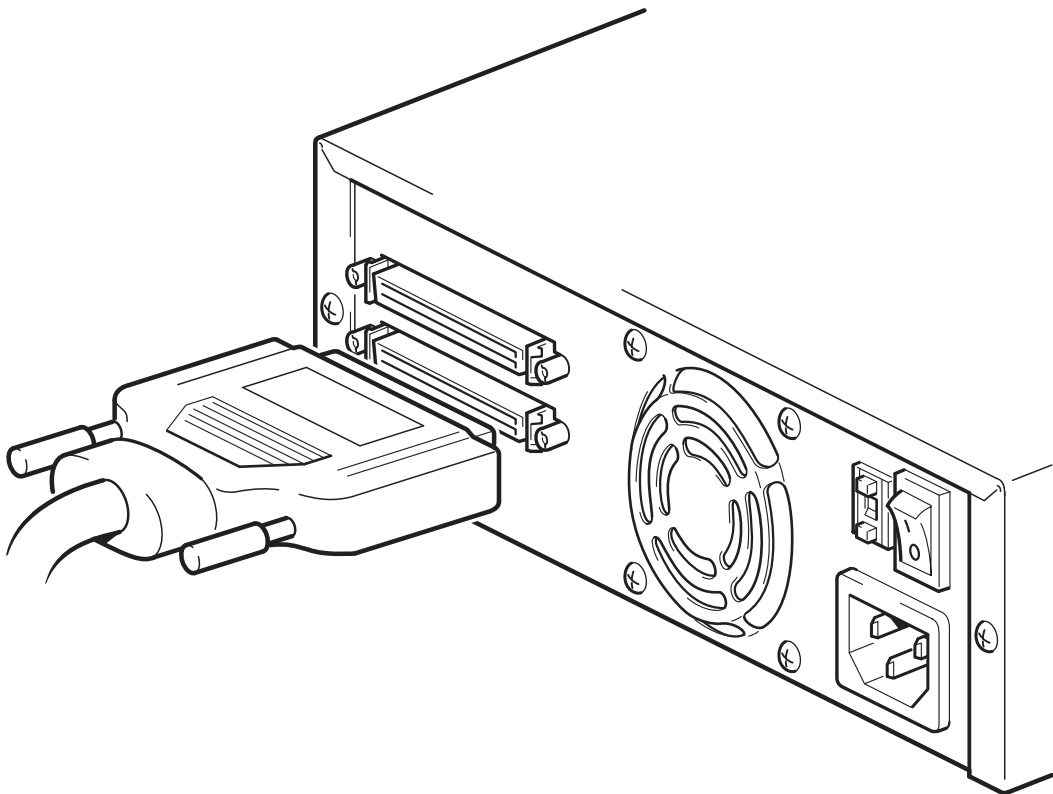

Figure 3 : connexion du câble SCSI
- 3** Branchez l'autre extrémité du câble SCSI à l'un des connecteurs du panneau arrière du lecteur et fixez-la à l'aide des vis, comme indiqué à la figure 3.